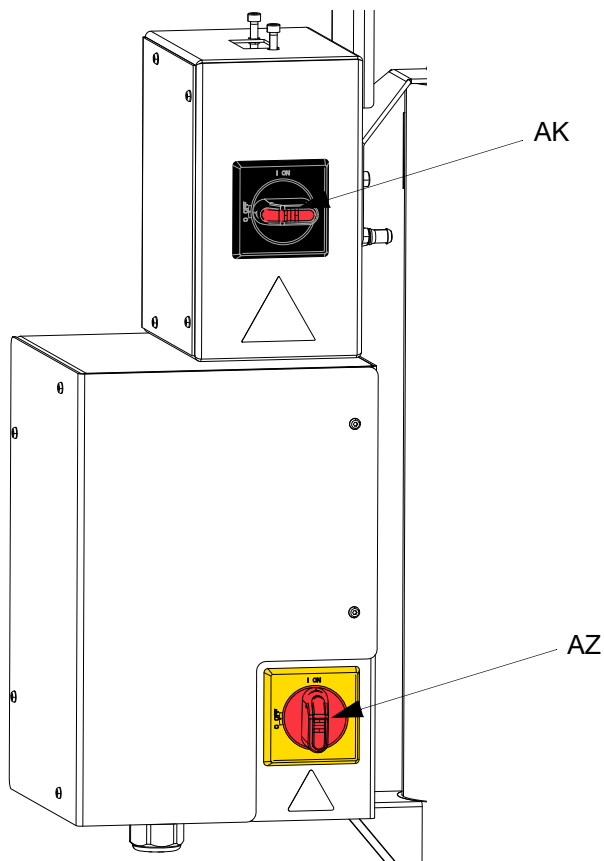

図 37: 電源の切断
1. エレクトリックドライバー (AB) の電源を切ります。
- a. アンビエント式シングルラム供給システムを使用している場合は、赤い切断スイッチ (AZ) を切ります。図 37を参照ください。
- b. 加熱シングルラム供給システムを使用している場合は、黒い電源ジャンクションボックスのスイッチ (AK) を切ります。図 37を参照ください。
- c. アンビエント式タンデムラム供給システムを使用している場合、ラム供給ユニットで赤い電源ジャンクションボックスのスイッチ (AK) を切ります。ドラム缶の変更しか必要ありません。図 37を参照ください。
- d. 加熱タンデムラム供給システムを使用している場合、ラム供給ユニットで黒い切断スイッチ (AZ) を切ります。ドラム缶の変更しか必要ありません。図 37を参照ください。